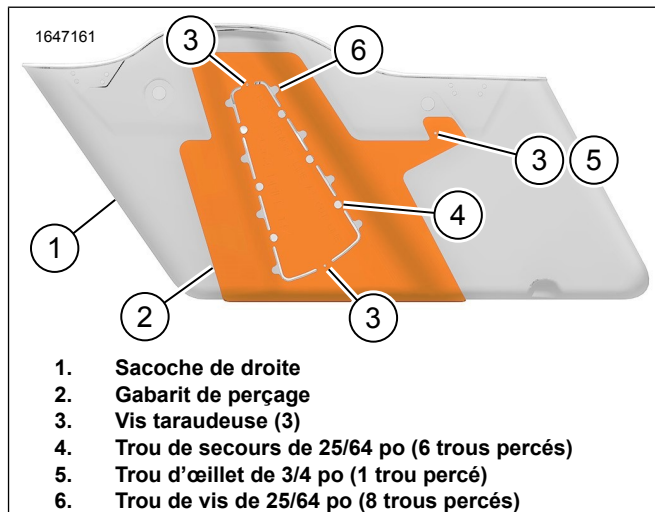

Figure 8. Gabarit de perçage de la sacoche de droite
1. Voir la Figure 8. Positionnez le gabarit de perçage sur la sacoches de droite.
3. Voir la Figure 8. Modifiez la sacoches de droite (1).
- b. **Trous de secours** : Percez six trous de secours de 25/64 po (4).
- c. **Trous de vis** : Percez huit trous de vis de 25/64 po (6).